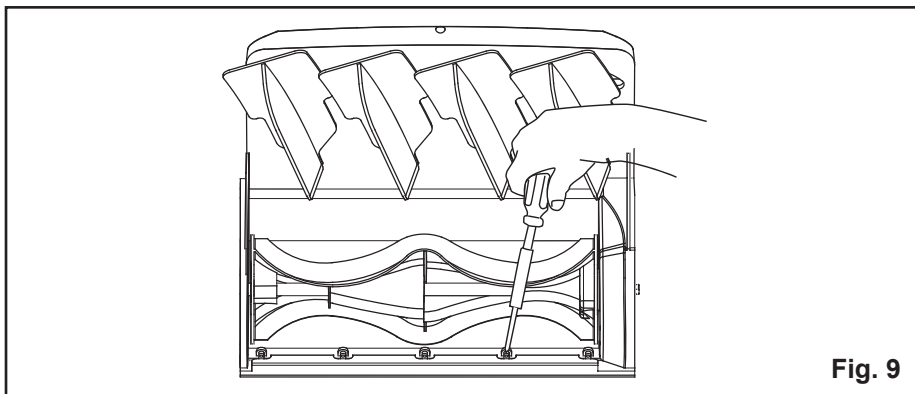

Fig. 9
- Con un desatornillador en cruz quite los cinco tornillos que se encuentran debajo del impulsor y que aseguran el raspador a la carcasa. (Fig. 9).